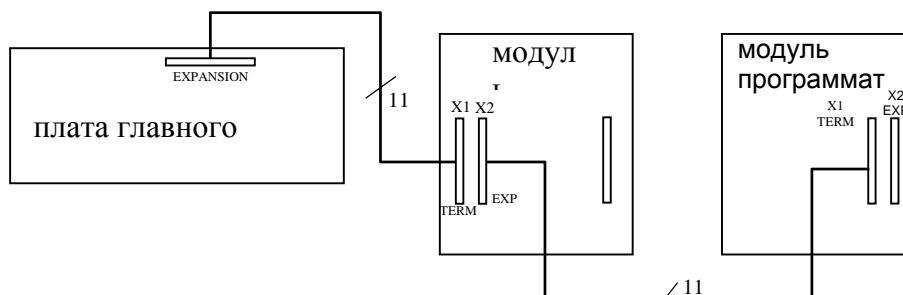

Рис. 6 Подключение кабеля к модулям и плате главного процессора
- е) вставьте кабельный контакт в его цоколь (обознач. Term) на модуле дисплея или программатора. См. ниже схему подключения кабелей Рис. 6.